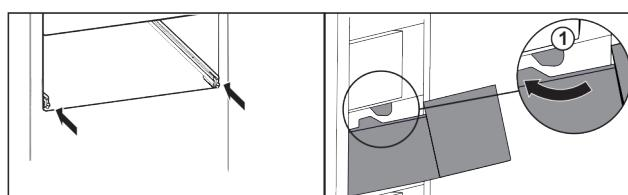

Fig. 31
- Prevedte zásuvku okolo zarážok Fig. 31 (1).*